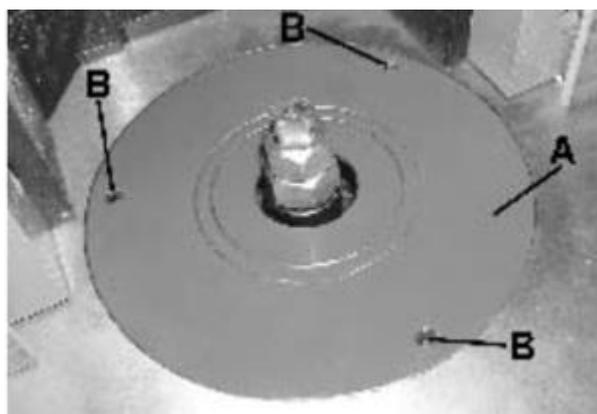

Рис. 18 Настройка вставок стола
Данный станок поставляется с 3 вставками (А) (Рис. 18), которые предоставляют вам четыре диаметра отверстий на поверхности стола.
- 2) Если необходима настройка, то используя подходящий шестигранный ключ, поверните три установочных винта (В) (Рис. 18) по часовой стрелке или против часовой стрелки, чтобы опустить или поднять чугунную вставку (А).